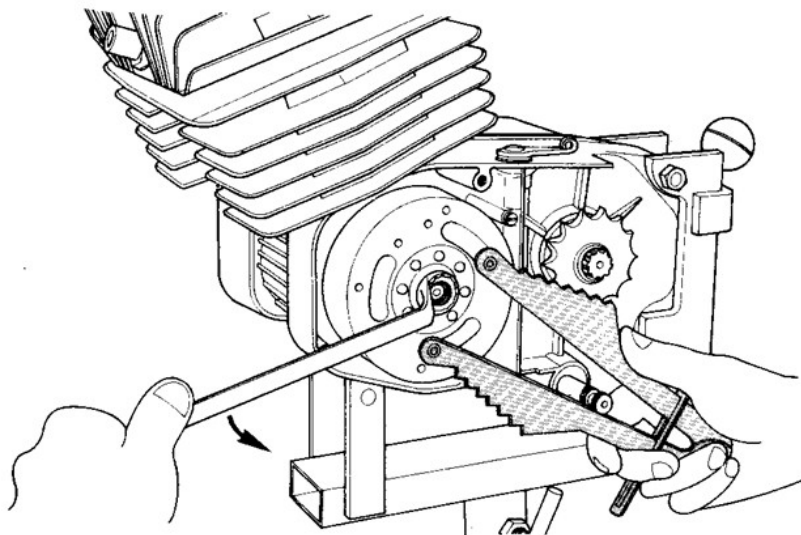

FIG. 9 Rimozione dado volano
- 3) **BLOCCANDO** la girante del volano magnete con l'apposita chiave di fermo (cod. 05.0338.0) svitare il dado di fissaggio della girante con una chiave da 15 mm (vedi fig. 9).